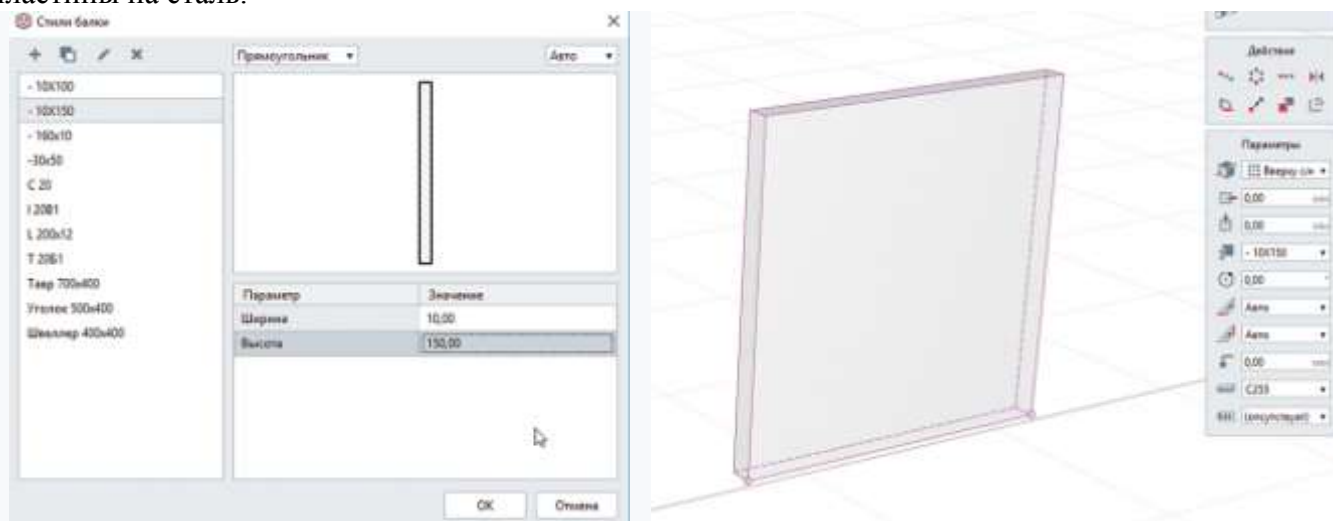

Рисунок 13.3 -. Задание профиля для закладной детали. Моделирование пластины закладной детали
4. С моделируем пластину закладной детали инструментом *Балка*. Для этого создадим новый профиль в стилях балки (рис. 13.3). Отстраиваем пластину в окне сборки. Поменять материал пластины на сталь.